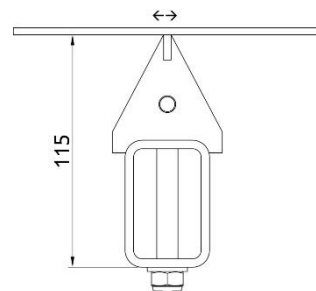

Bild 2. Skrapan monteras på returpartens undersida
- Flexus 2 placeras på returpartens undersida enligt bild 2.